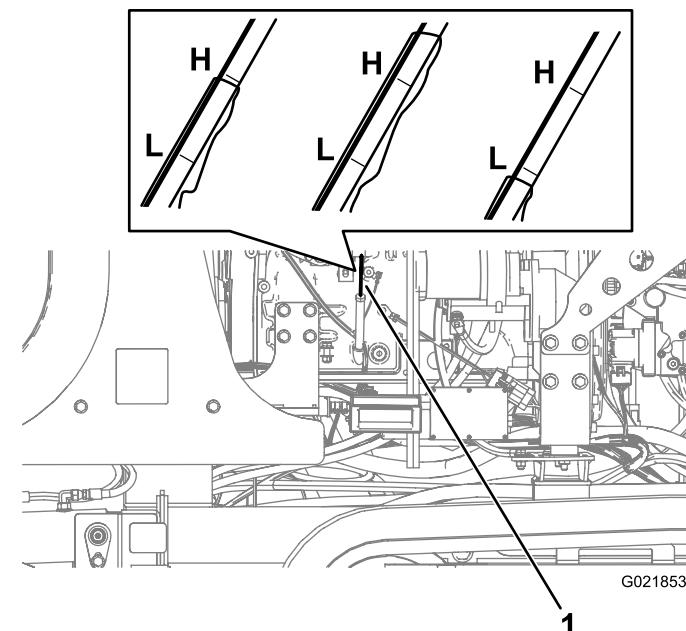

Figura 84
3. Retire la varilla (Figura 84) y límpiela con un trapo.